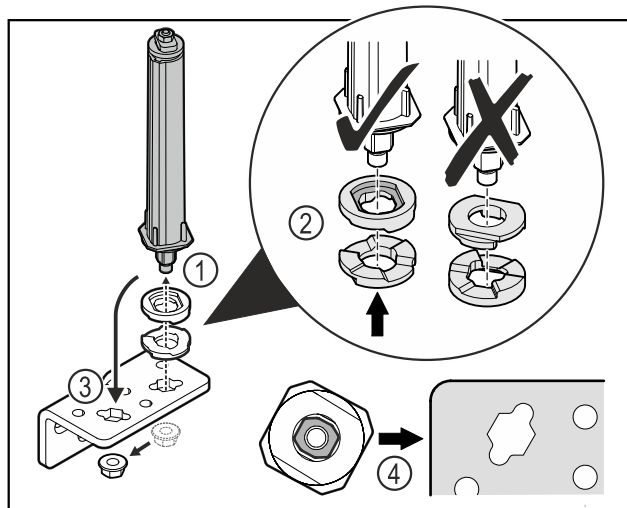

Fig. 20
- ▶ Lironi dadon dhe hiqni sistemin e mbylljes së derës Fig. 20 (1).
- ▶ Bëni kujdes për orientimin e saktë të rondelave të rregullimit të lartësisë Fig. 20 (2).
- ▶ Ktheni sistemin e mbylljes së derës në profilin e menteshës në anën tjetër dhe shtrëngojeni atë me dado Fig. 20 (3).
- ▶ Gjatë vendosjes, bëni kujdes për orientimin e saktë të sistemit të mbylljes së derës Fig. 20 (4).